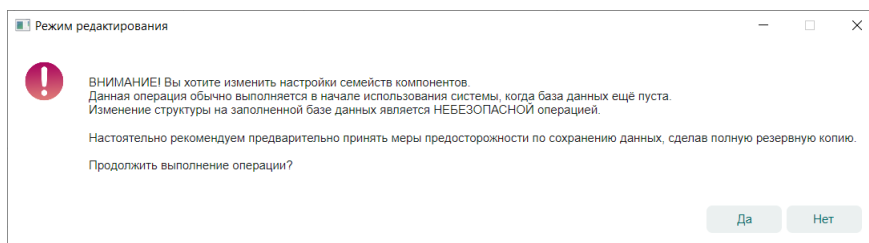

Рис. 25 Уведомление о необходимости создания резервной копии
3. Ознакомьтесь с информацией в отобразившемся окне и нажмите кнопку «Да» для перехода к редактированию, см. Рис. 25.